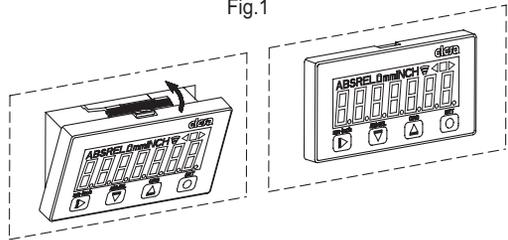

Fig.3
- Svitare la vite autofilettante in acciaio INOX AISI 304 con cava esalobata per utensile TORX® T06 e rimuovere la piastrina di chiusura (Fig.3).